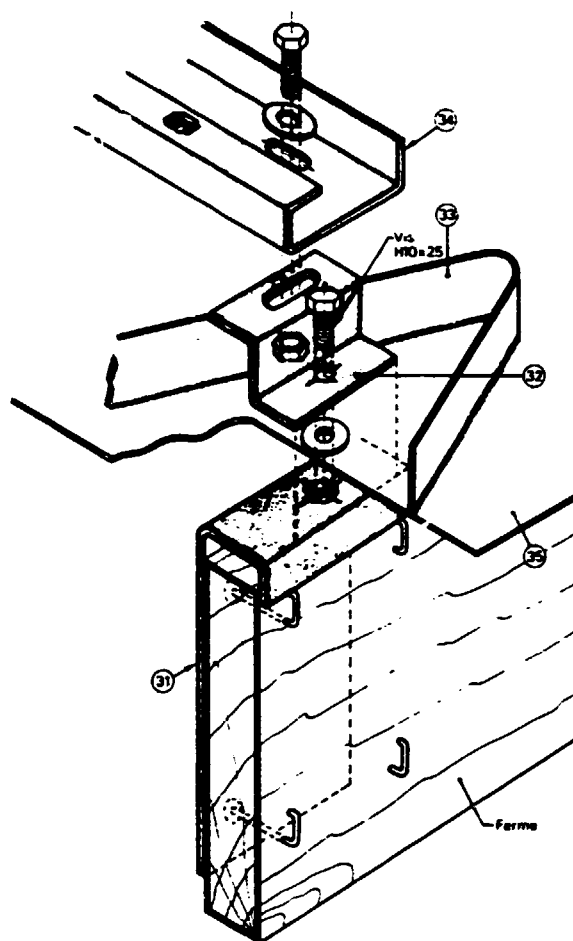

Figure 19
— Matériaux : l'adaptation s'effectue suivant les figures 19 et 20 au moyen de « treillis » de ferme en acier galvanisé Sendzimir (31) cloués en 4 points sur la ferme et taraudés de manière à assurer la fixation par tige filetée et entretoise en acier Sendzimir (e = 3, L = 80, l = 57). Chaque entretoise comporte une échancrure permettant sa fixation par vis HD x 25 et éventail zingué 8 à la traverse.